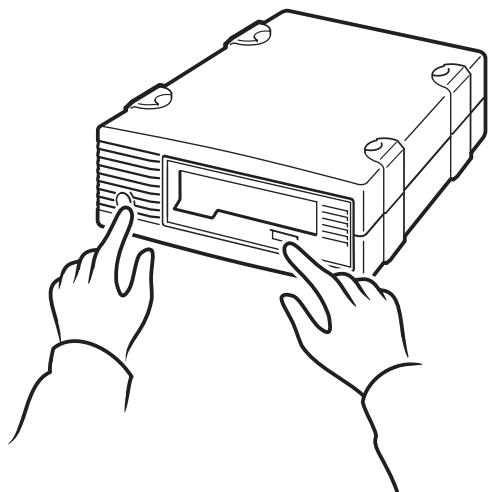
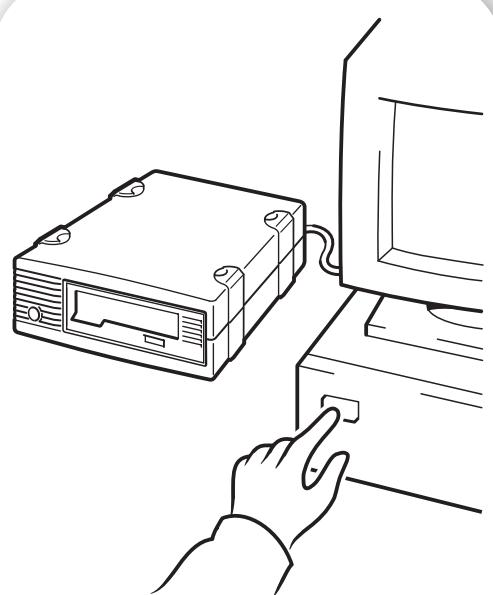

図 10b: HP OBDR の使用方法、
図 10c: HP OBDR の使用方法、
- 2 テープ・ドライブのイジェクト・ボタンを押し、イジェクト・ボタンを押されたままでドライブに電源を入れます (図 10b を参照) そしてサーバのスイッチを入れます (図 10c 参照)。これで、HP OBDR プロセスがアクティブになります。OBDR シーケンスでフロント・パネルにある実行可能 LED が点滅したらすぐにボタンを離します。これは、点滅と点灯を繰り返すパターンです。